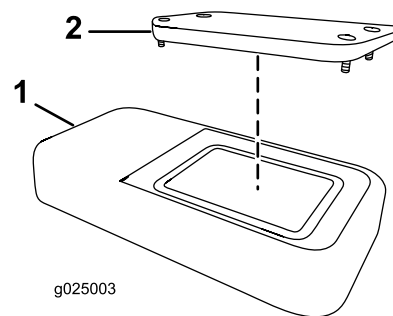

Figura 61
2. Retire la tapa (Figura 61).